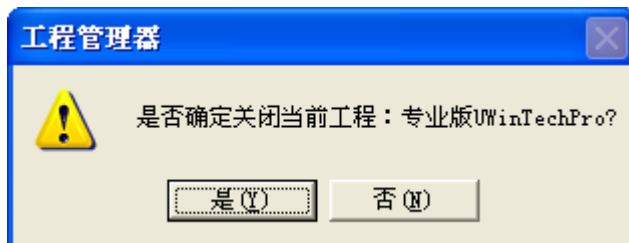

图 3-12 关闭当前工程
点击“”按钮，弹出“是否确定关闭当前工程”窗口如图 3-12，点击“是 (Y)”按钮，弹出屏幕上显示图 3-13 所示的“浏览文件夹”窗口。选中软件工程所在的文件夹，然后点击“确定”按钮。